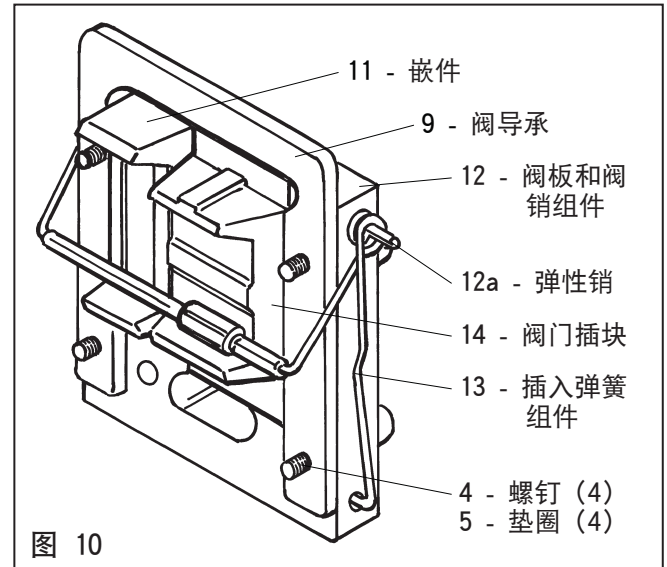

图 10
35. 将两个螺丝孔对齐, 用两个螺丝 (6) 和两个锁定垫圈 (7) 将压盖组件 (33) 固定到马达头组件 (19) 上。
36. 将嵌件弹簧组件 (13) 插入马达头组件 (19) 中, 挂钩向下, 尼龙滚柱朝向阀门活塞 (31)。
37. 将嵌件 (11 和 14) 涂上润滑脂, 然后将它们放置到位 (如图 10 所示), 嵌件支脚朝向阀门活塞 (31), 较大的嵌件 (14) 置于较大直径的尼龙滚柱前。嵌件弹簧组件 (13) 上的尼龙滚柱应位于两个嵌件 (11 和 14) 的支脚之间。
38. 对阀板 (12) 的密封垫侧涂上润滑脂, 然后将密封垫 (15) 放在阀板 (12) 上。如果放置方向正确, 最靠近阀板 (12) 顶部和底部的螺丝孔会朝向马达头组件 (19) 上的排气口。阀板 (12) 中的弹性销 (12a) 应在最上方。
39. 借助阀门活塞 (31) 握住嵌件 (11 和 14), 然后将密封垫 (15) 和阀板 (12) 滑过两个嵌件和马达头组件 (19) 之间。请确保阀板 (12) 上的较大孔位于较大嵌件 (14) 前。同时确保弹性销位于阀板顶部。
40. 将嵌件弹簧组件 (13) 中的圆形线圈挂在弹性销 (12a) 上 (如图 10 所示)。
41. 将嵌件弹簧组件 (13) 的底部钩住阀板 (12) 侧的孔 (如图 10 所示)。
42. 将阀门导向套 (9) 插入阀板 (12) 正面。阀门导承 (9) 的支脚需向下, 螺纹孔最靠近底部的支脚距离马达头组件 (19) 的排气口最近。
43. 在四个螺丝 (4) 上分别放置垫圈 (5), 然后将垫圈插入所给的孔中, 并通过四角均匀地拧紧。注意: 为了方便孔心对齐, 可使用“O”型圈起子提供帮助。
44. 将密封垫 (10) 安装到气动马达盖 (8) 中, 并用六颗螺丝 (3) 加以固定。
45. 将导流板 (2) 放在马达头组件 (19) 的排气口上, 开口向下, 用四颗螺丝 (1) 加以固定。